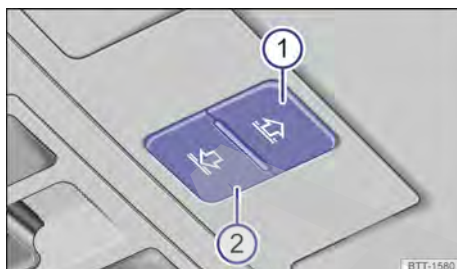

Fig. 113 En el revestimiento interior del techo: teclas para manejar la cortinilla parasol.
Las teclas → fig. 113 (1) y (2) tienen dos niveles. Pulsando las teclas hasta el primer nivel se puede abrir o cerrar la cortinilla parasol total o parcialmente.
- Antes de que transcurran aprox. 5 segundos desde la activación de la función antiaprisionamiento, pulse la tecla → fig. 113  hasta que la cortinilla se haya cerrado completamente.